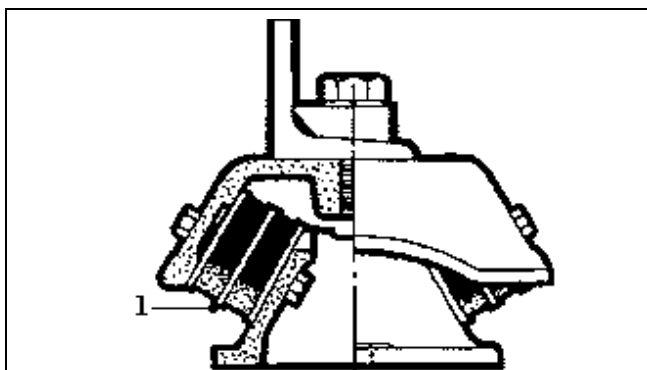

Рис.13: 1-два слоя резины между тремя стальными пластинами прямоугольной формы. Два блока на опору. 775.2
1) Резиновые и/или стальные пружины – без регулировки. См. **рис.13 и 14.**